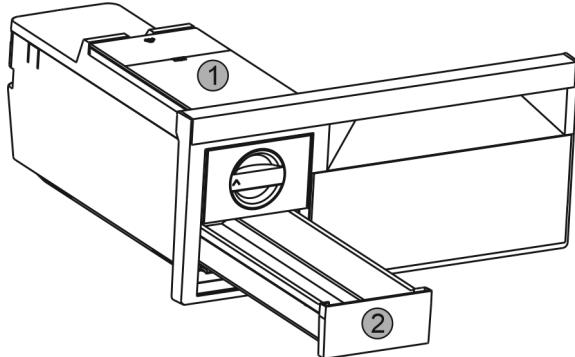

Fig. 62
- Извлечь бак для воды Fig. 62 (1) и выдвижной ящик для производства кубиков льда Fig. 62 (2).